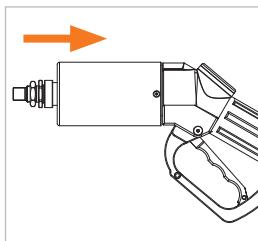

Figure 19
- ▶ Insérez le réceptacle de service WEH® sur le nozzle de ravitaillement jusqu'en butée et maintenez le nozzle dans cette position (position OFF) (*Figure 19*).